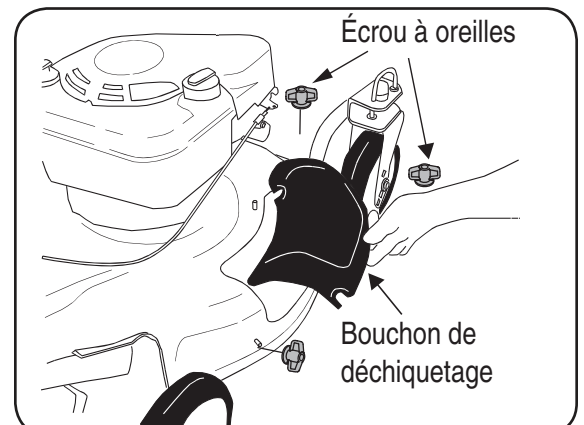
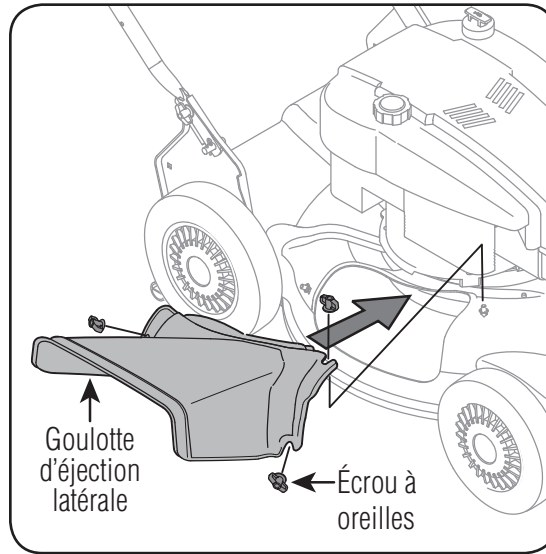

Figure 4
Figure 5
4. Enfoncez les taquets des attache-câbles dans les trous aménagés dans le guidon inférieur. Serrez l'attache-câble et coupez le surplus. Voir la Figure 4.
a. Enlevez les écrous à oreilles retenant le bouchon de déchiquetage (voir la Figure 4) ou la goulotte d'éjection latérale (voir la Figure 5). Retirez le bouchon ou la goulotte d'éjection.
b. Remettez la goulotte d'éjection latérale et les écrous à oreilles en plastique en place. Voir la Figure 5.